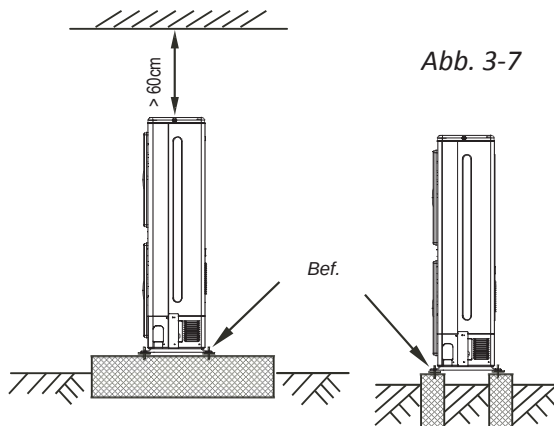

Abb. 3-7
- Bilden Sie eine Betongrundsicht den Bestimmungen der Außeneinheit entsprechend (Siehe Abb. 3-7).
- Befestigen Sie die Füße der Einheit mit Bolzen, um die Lösung bei Erdbeben oder starkem Wind zu verhindern. (Siehe Abb. 3-7)